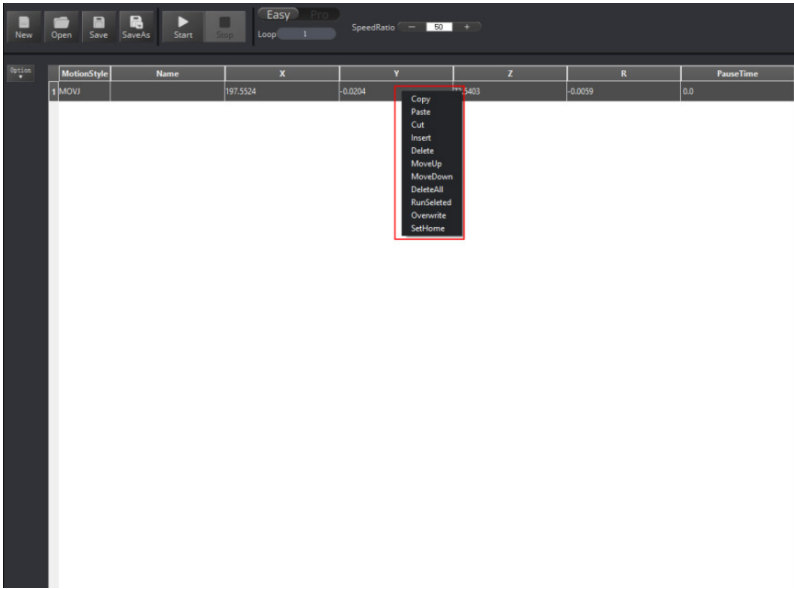

Figura 57: Lista Save points
- Nos modos **Easy** e **Pro**, é possível editar um ponto de salvamento destacado, como copiar, colar e recortar, mudar entre modos de movimentação, modificar nomes e coordenadas, como mostrado na Figura 57:
Operação de clique com o botão direito do mouse	No menu instantâneo do botão direito, é possível editar um ponto de salvamento destacado, como copiar, colar, recortar, inserir e excluir, como mostrado na Figura 57